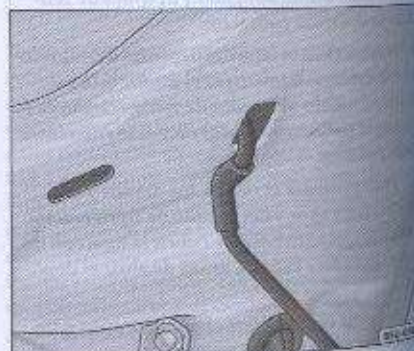

Fig. 109 Varilla de sustentación de la tapa del vano motor
– Desencastre la varilla de sustentación del soporte existente en la carrocería y encástrela en el alojamiento de sustentación, en la tapa → página 166, fig. 109.